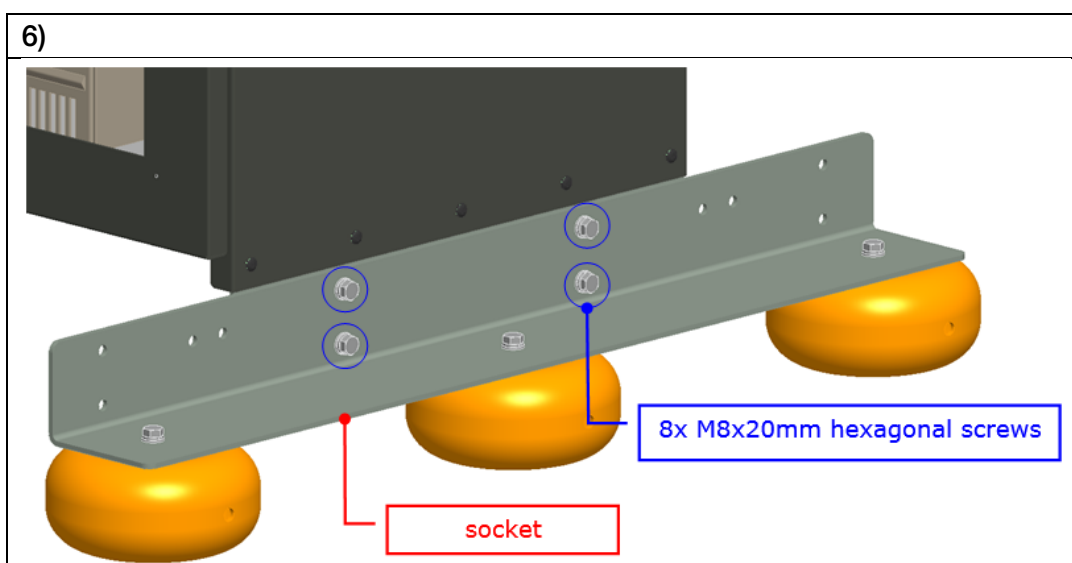

Abbildung 6: Seitenansicht des unteren Teils der PowerWave 33 S3 mit Bodensockeln und Schrauben.
6. Nachdem die USV in ihrer endgültigen Position ist, demontieren Sie den linken und rechten Bodensockel, wie in Abb. 6 auf der nächsten Seite gezeigt, und montieren Sie die lackierten Bodensockel auf der Vorder- und Rückseite.